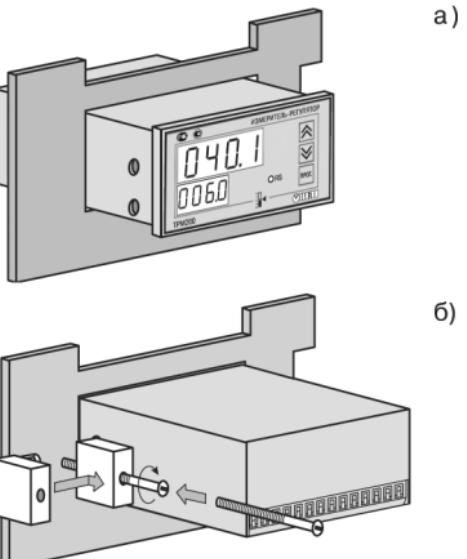

Рис. 8
1. Вставить прибор в специально подготовленное отверстие на лицевой панели щита (см. прил. А и **рис. 8, а**).
2. Вставить фиксаторы из комплекта поставки в отверстия на боковых стенках прибора (**рис. 8, б**).